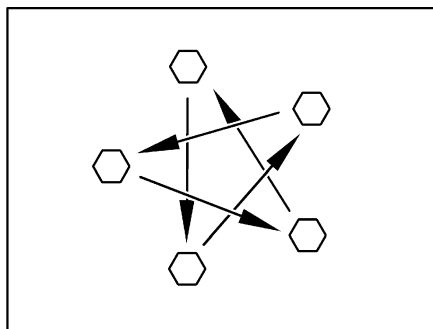

Bild 404 Dra åt hjulmuttrarna eller hjulbultarna korsvis
- Kontrollera regelbundet att hjulmuttrarna eller hjulbultarna är ordentligt åtdragna. Om du har bytt däck ska hjulmuttrarna eller hjulbultarna dras åt korsvis efter 5 mils körning (Bild 404).
- ▶ Dra åt hjulmuttrarna eller hjulbultarna korsvis (Bild 404).